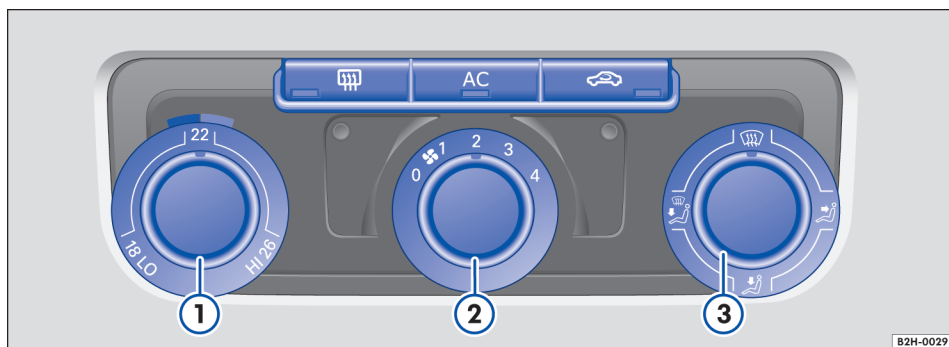

Fig. 89 No painel de instrumentos: elementos de comando do Climatic.
- **OU:** girar o regulador central → Fig. 89  no nível 0.
Sistema de ventilação e aquecimento ou Climatic: com o regulador esquerdo → Fig. 89 , regular a temperatura.
Com os botões , ,  ou com o regulador direito → Fig. 89 , é regulada a distribuição de ar:
Climatic: se o regulador de ventilação estiver na posição  → Fig. 89 , não é possível o modo de recirculação de ar.